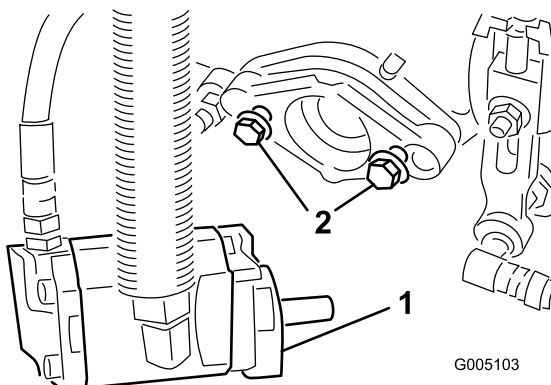

Figure 11
7. Assemblez les boulons de fixation (fournis avec le plateau de coupe) pour le moteur d'entraînement de cylindre sur chaque plateau de coupe. Laissez dépasser approximativement 13 mm du filetage sur chaque boulon de fixation (Figure 11).
11. Resserrez les boulons de montage (Figure 11).